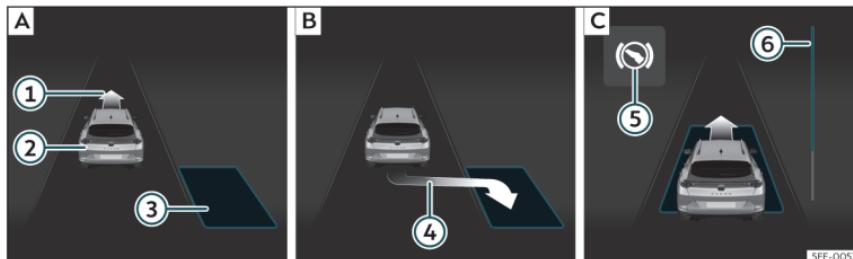
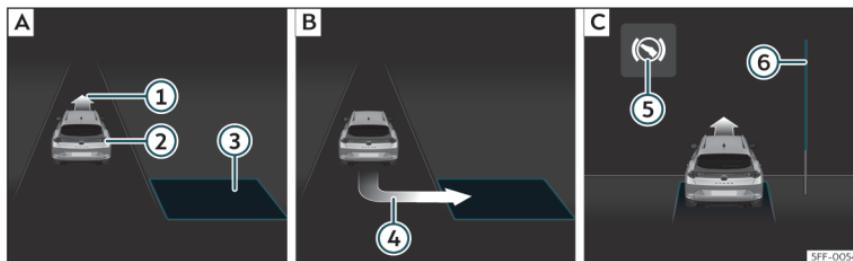

Fig. 191 En la pantalla del cuadro de instrumentos: aparcar en línea. [A] Buscar un hueco de aparcamiento. [B] Posición para aparcar. [C] Maniobrar. SFF-0053
Fig. 192 En la pantalla del cuadro de instrumentos: aparcar en batería. [A] Buscar un hueco de aparcamiento. [B] Posición para aparcar. [C] Maniobrar. SFF-0054
- Mire en la visualización de la pantalla del cuadro de instrumentos si se ha detectado el hueco como "apropiado" y si ha alcanzado la posición correcta para aparcar »» **fig. 191 [B]** o »» **fig. 192 [B]**. El hueco habrá sido considerado "apropiado" si en la pantalla del cuadro de instrumentos aparece la indicación de aparcar ④.
- Retroceda hasta que suene la señal continua del ParkPilot; **O BIEN**: retroceda hasta que en la pantalla del cuadro de instrumentos aparezca la indicación de dar marcha adelante »» **fig. 191 [C]** o »» **fig. 192 [C]**; **O BIEN**: retroceda hasta que en la pantalla del cuadro de instrumentos aparezca el mensaje **Park Assist finalizado**. La barra de progreso ⑥ indica la distancia que hay que recorrer »» pág. 297.
- Dé marcha adelante hasta que suene la señal continua del ParkPilot; **O BIEN**: dé marcha adelante hasta que en la pantalla del cuadro de instrumentos aparezca la indicación de dar marcha atrás. El sistema de aparcamiento asistido dirige el vehículo marcha adelante y marcha atrás hasta centrarlo en el hueco »» **fig. 191 [C]** o »» **fig. 192 [C]**.
La barra de progreso »» **fig. 191 [6]** y »» **fig. 192 [6]** muestra simbólicamente en la pantalla del cuadro de instrumentos la distancia relativa que aún queda por recorrer. Cuanto mayor es la distancia, más llena está la barra de progreso. Al circular marcha adelante, el contenido de la barra de progreso disminuye hacia arriba, y al circular marcha atrás, disminuye hacia abajo.